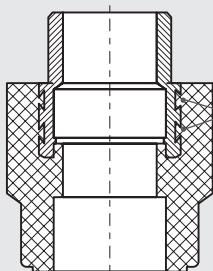

РИС. 1
- Латунные элементы комбинированных фитингов (Рис. 1) имеют **обратные проточки (1)** уникальной **конструкции «ласточкин хвост»**, обеспечивающие более надежное примыкание латунной и полипропиленовой частей фитинга. Герметичность соединения сохраняется даже при повышенных механических нагрузках на фитинг, улучшаются гидравлические характеристики;